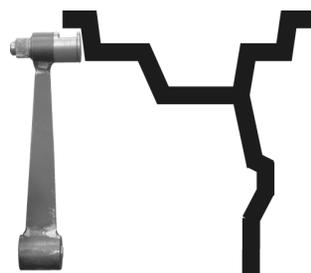

Рис. 16.2
16.3.4. Выдвинуть штангу установки геометрических параметров и подвести ее палец к внутренней поверхности закраины обода в место установки грузов, рис. 16.2. и нажать кнопку «С».